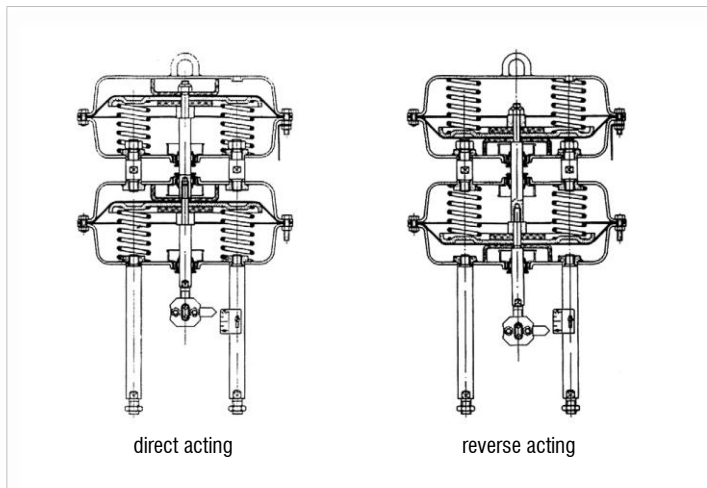

Bild 11: Antriebsbaugruppe Antriebsbaureihe 2000T, Tandem
5. Innenteile gemäß Bild 11 (direkt bzw. umgekehrt wirkend) zusammensetzen und in umgekehrter Reihenfolge der Punkte 1 - 4 wieder zusammenbauen.